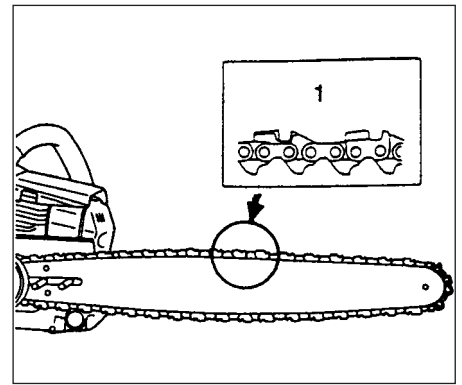

Fig.1-2
2. Die Kette (1) in der abgebildeten Ausrichtung um das Kettenrad legen. (Fig. 1-2)